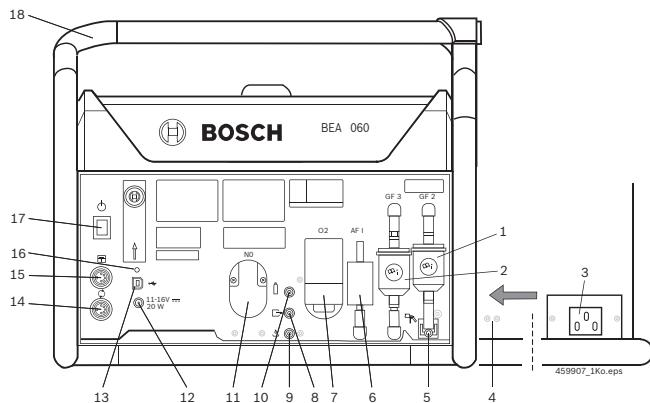

Fig. 1: BEA 060
! Le BEA 060 peut également être alimenté en tension par le biais d'une batterie de véhicule avec le câble de raccordement sur la prise d'allume-cigare (accessoire spécial) (raccordement voir fig. 1, pos. 12).
1. Brancher le câble de branchement secteur sur le BEA 060 et le fixer aux alésages (fig. 1, pos. 4) à l'aide de l'attache-câbles afin de protéger le cordon.
- La LED (fig. 1, pos. 16) clignote en alternant orange et vert.
→ La LED s'éteint (fig. 1, pos. 16), le BEA 060 est éteint.